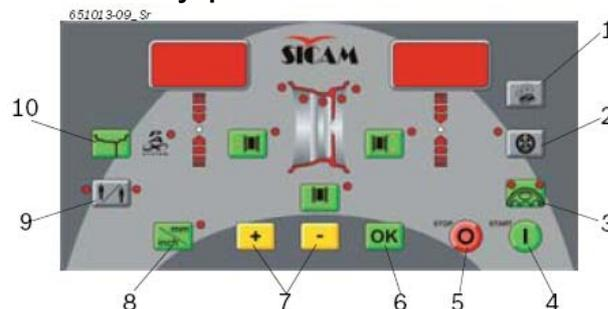

Рис. 4: Кнопки на панели управления
i Если выбрана программа балансировки колес PAX Michelin, будут также светиться светодиоды PAX (рис. 4, поз. 10).
- ⇒ Оба светодиода кнопки <SPLIT> (рис. 4, поз. 5) будут светиться.
- ⇒ Светодиод (рис. 4, поз. 3) включится, как только место крепления грузика будет достигнуто. Точное положение (за спицей) будет подтверждено акустическим сигналом.
I Светодиодная стрелка (рис. 4, поз. 11) указывает направление, в котором колесо необходимо повернуть, чтобы получить положение «12 часов» для крепления балансировочного грузика.
- ⇒ Как только будет достигнуто точное положение для крепления грузика, светодиод (рис. 4, поз. 3) включится, что будет продублировано звуковым сигналом.
- ⇒ Как только точка крепления балансировочного грузика будет достигнута, включатся светодиоды (рис. 4, поз. 3) и это положение будет подтверждено акустическим сигналом.